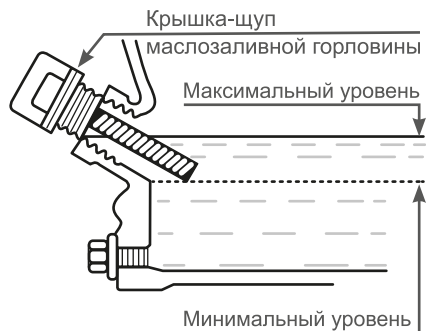

Рис. 4 Уровень масла в картере
3. Аккуратно вытащите щуп и осмотрите его. Уровень масла должен соответствовать верхней отметке на щупе. При недостаточном уровне масла в картере (Рис. 4) необходимо долить чистое масло до верхней отметки на щупе (что соответствует нижней кромке заливного отверстия).